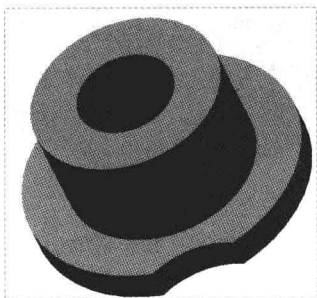

图 6-24 图形文件
Step 01 按【Ctrl+O】组合键, 打开图形文件, 如图 6-24 所示。